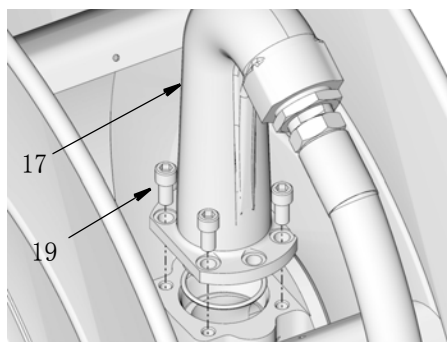

FIG. 36
6. 将出口 (17) 重新安装到线轴上。更换并拧紧螺栓 (19)。用 24 至 30 ft. lbs (32.54 至 40.67 N.m) 的扭力拧紧螺栓 FIG. 36。